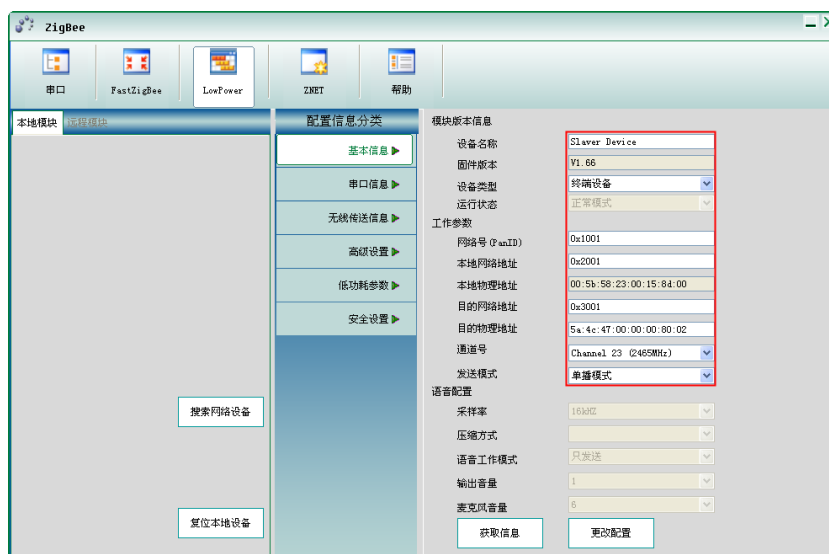

图 4.2 模块配置
2. 选择【LowPower】标签页，点击【获取信息】按钮，获取模块的配置信息，修改模块各参数后点击【更改配置】，提交模块的配置信息，首次提交更改，需要输入配置密码，配置密码默认为：88888，如图 4.2 所示。更改好模块的参数后，模块即可投入使用。